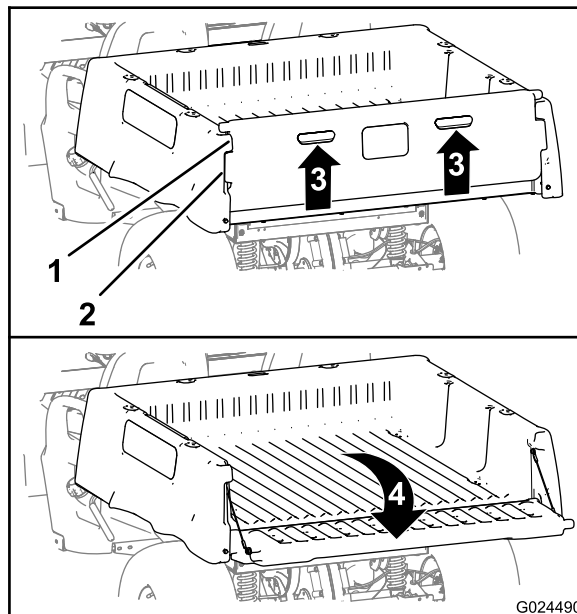

Рисунок 13
2. Поднимите захваты на задней панели откидного борта (Рисунок 13).
3. Совместите фиксирующие фланцы заднего откидного борта с отверстиями, расположенными между фланцами грузового кузова, предназначенными для откидного борта (Рисунок 13).
4. Поверните откидной борт назад и вниз (Рисунок 13).
6. Поверните откидной борт вверх и вперед так, чтобы фиксирующие фланцы откидного борта были заподлицо с его гнездом в грузовом кузове (Рисунок 13).
7. Опустите откидной борт до его посадки в задней части грузового кузова (Рисунок 13).